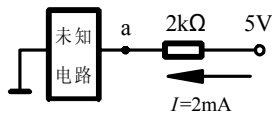

图 1-3
5. 如图 1-3 所示电路中，a 点的电位 V_a 是（ ）。